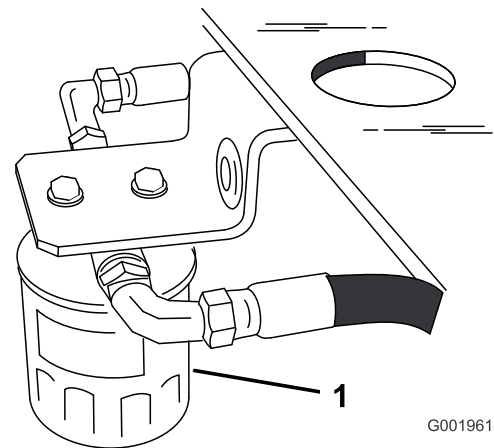

Figure 48
4. Localisez le filtre sous le réservoir à carburant et placez le bac de vidange sous le filtre (Figure 48).